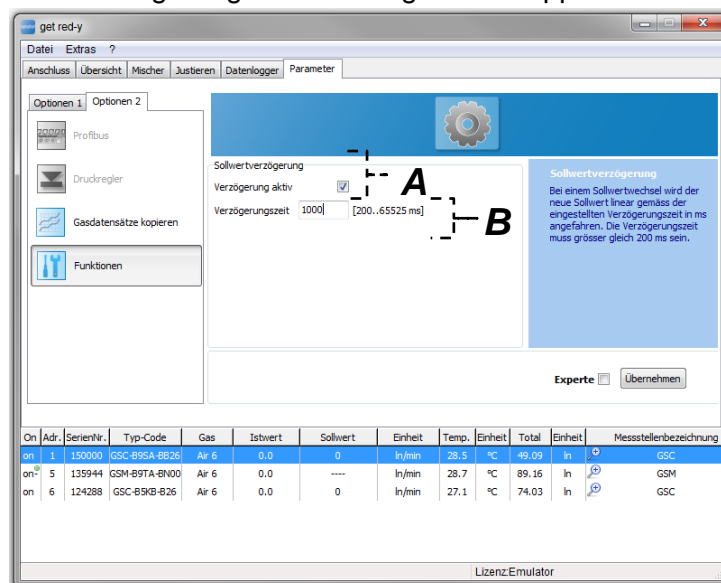

Abbildung 37: Einstellung der Sollwertverzögerung
- B. Verzögerungszeit einstellen:** Hier kann die Verzögerungszeit eingestellt werden, d.h. wie lange soll der lineare Anstieg bis zum neuen Sollwert dauern (siehe Abbildung 37). Die Verzögerungszeit muss zwischen 200 und 65535 ms liegen.